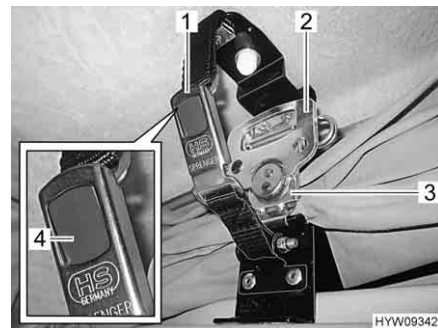

Fig. 26 Bloccaggio (tetto a soffietto)
- Aprire la serratura a scatto (Fig. 26,1) sui due lati. A tale scopo, premere la linguetta grigia (Fig. 26,4).
- Aprire la maniglia (Fig. 26,2) della serratura rapida (Fig. 26,3) e ruotarla per un quarto di giro in senso antiorario. In questo modo il bloccaggio viene sbloccato.